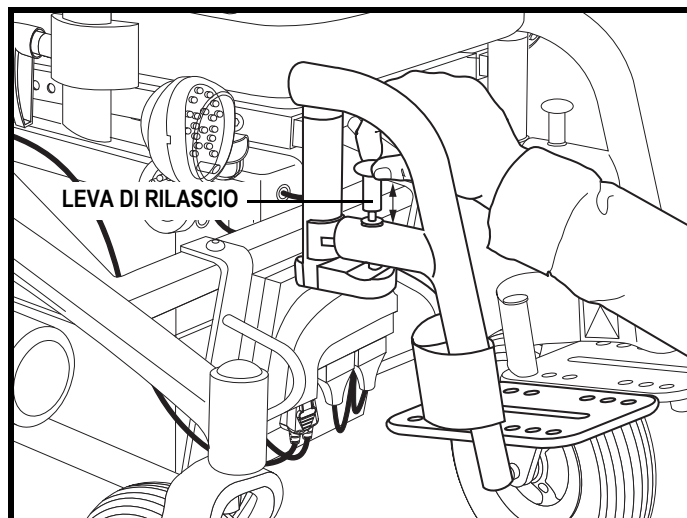

Figura 15. Poggiatesta pieghevole
1. Spingere lateralmente la leva di rilascio. Vedere figura 15.